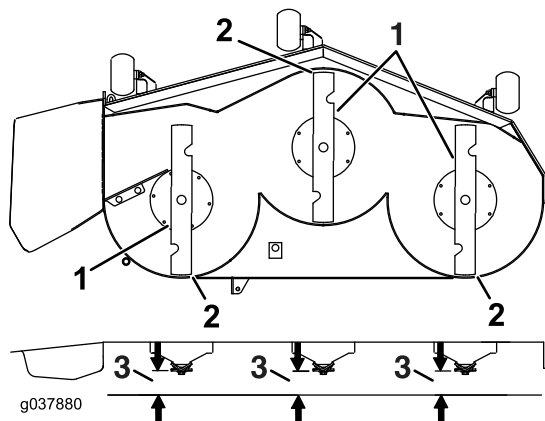

Figura 85
7. Compruebe la inclinación longitudinal de las cuchillas (Figura 85). Asegúrese de que la punta de la cuchilla delantera está más baja que la punta de la cuchilla trasera, según se muestra en la tabla *Altura de los bloques e inclinación*. Si es necesario un ajuste, siga con este procedimiento.